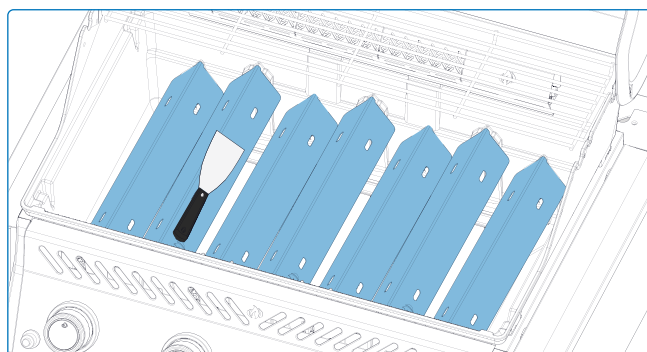

Fig. 9
- Allumez le brûleur et faites-le fonctionner à puissance maximale pendant 5 à 10 minutes pour éliminer tout résidu restant (**Fig. 9**).